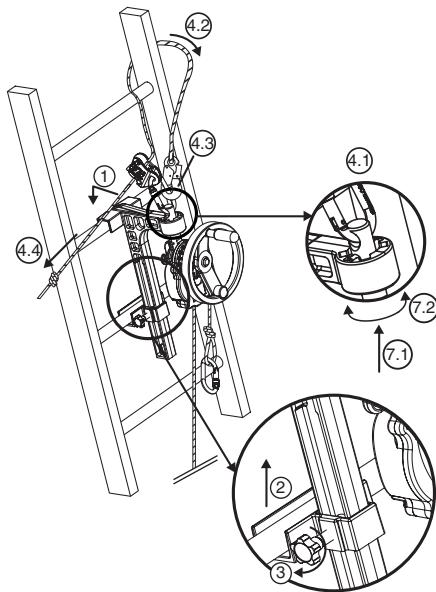

Fig. 6
6.3.2. Derope™-toestel UP B (Fig. 6)
- Plaats de grote console, vergrendelbaar op de sport van de ladder in de gekozen positie om de reddingsoperatie uit te voeren, boven de te evacueren persoon (Fig. 6, 1).
- Hermonteer de blokkeergeleiding ter hoogte van de sport onmiddellijk onder deze waarop de grote console bevestigd is (Fig. 6, 2).
- Zet de blokkeerpen van de geleiding vast aan de hand van de klemknop die zich aan de zijkant van de console bevindt (Fig. 6, 3).
- Bevestig de connector van de afstelinrichting LCM 05 in het bovenste gat van de verankering (Fig. 6, 4.1).
- Breng de leiriem rond het sport van de ladder boven de console door één van de steigers van de ladder te omleiden (Fig. 6, 4.2).
- Koppel de connector van de leiriem aan op de connector van de afstelinrichting LCM 05 (Fig. 6, 4.3).
- Span de leiriem op door aan het vrije uiteinde te trekken (Fig. 6, 4.4).
- Richt het Derope™-toestel naargelang de behoeften en wijzig de positie van de verankerpen in de indexeerpen (Fig. 6, 7.1 – 7.2).